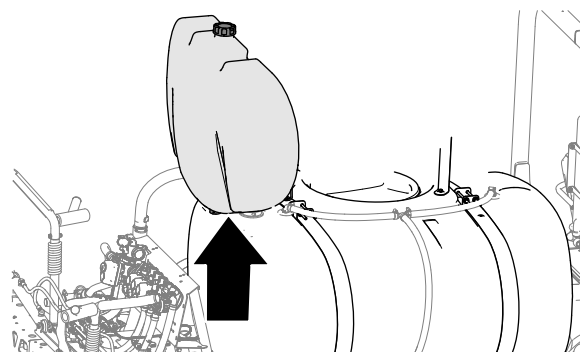

**Figure 4**
5. Retirez les 2 boulons, les 4 rondelles et les 2 contre-écrous à embase qui fixent les 2 pattes de maintien du réservoir de rinçage sur le support de vanne, et déposez les pattes de maintien (Figure 4).